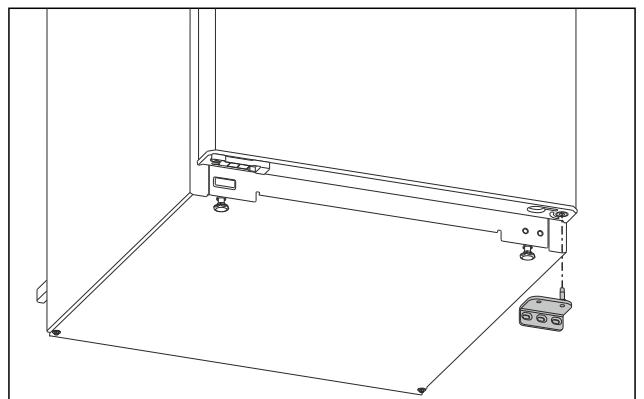

Fig. 5
- ▶ Зніміть опорний кронштейн у напрямку вниз. (див. Fig. 5)